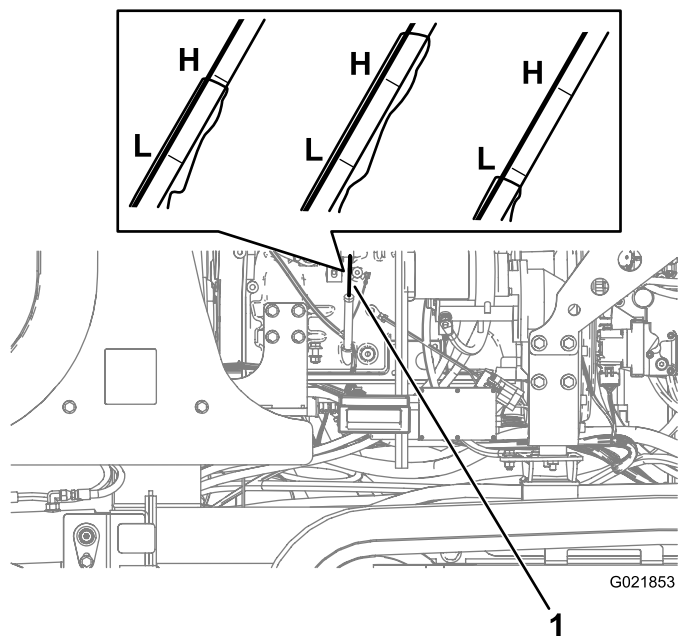

Figura 120
3. Remova a vareta de nível (Figura 120) e limpe-a com um pano.